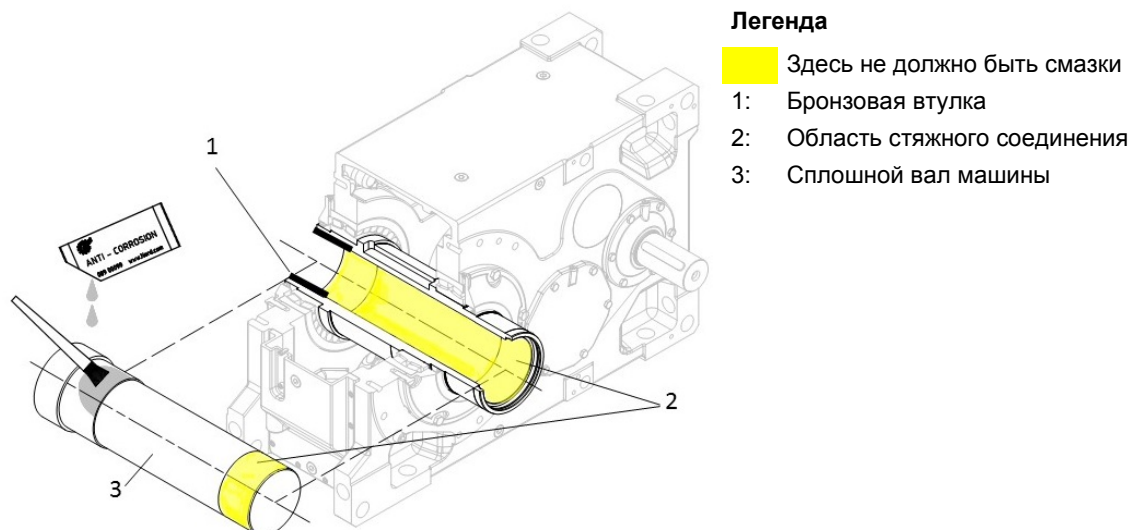

Рисунок 12: Монтаж сплошного вала машины при наличии полого вала специальной конструкции с применением стяжной муфты
- b. Если полый вал имеет специальное исполнение с бронзовой втулкой, необходимо смазать сплошной вал машины в месте, в котором полый вал редуктора будет соприкасаться с втулкой (Рисунок 12). На месте посадки стяжной муфты не должно быть смазки.